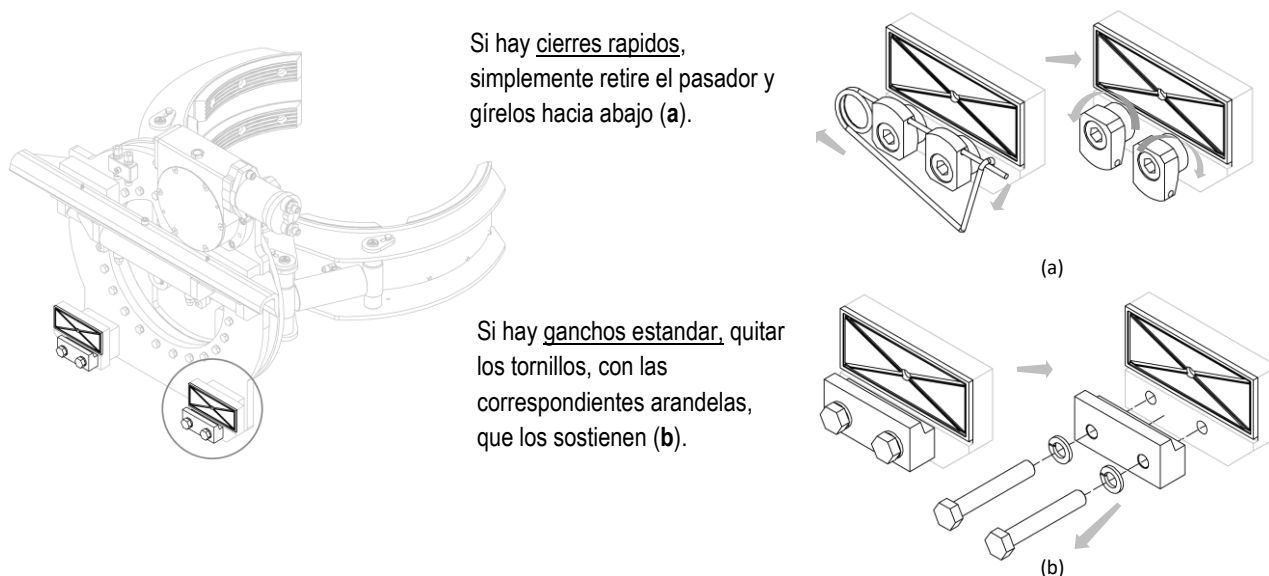

Figura 7
5. Quitar los ganchos inferiores del implemento y engrasar las deslizaderas inferiores (mira *Figura 7*).